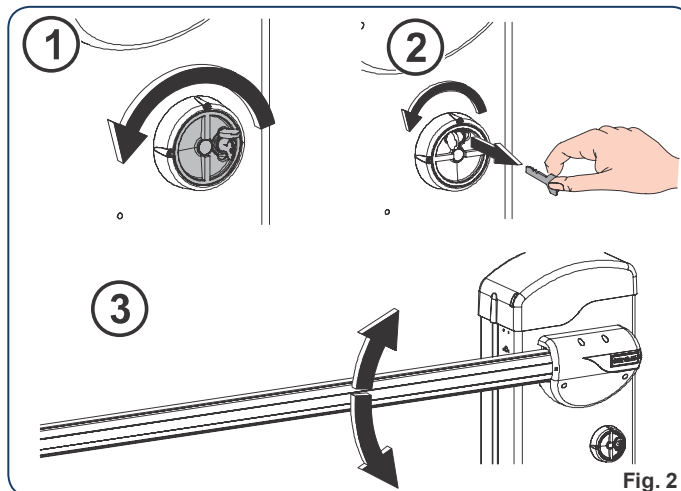

Fig. 2
- Tourner le dispositif de déverrouillage en sens inverse horaire jusqu'à son arrêt, fig. 2 réf. ①.
- Tourner la clé en sens inverse horaire jusqu'à l'arrêt et l'extraire, fig. 2 réf. ②.
- Actionner manuellement la lisse jusqu'à l'arrêt, Fig. 2 réf. ③.